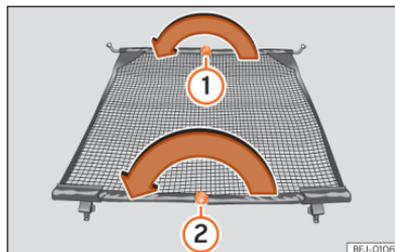

Fig. 202 Dobrar a rede de separação.
- Pressione o botão de desbloqueio »»» Fig. 202 ① e dobre a vareta transversal no sentido da seta, mantendo o botão pressionado.
- Pressione o botão de desbloqueio »»» Fig. 202 ② e dobre a vareta transversal no sentido da seta, mantendo o botão pressionado.